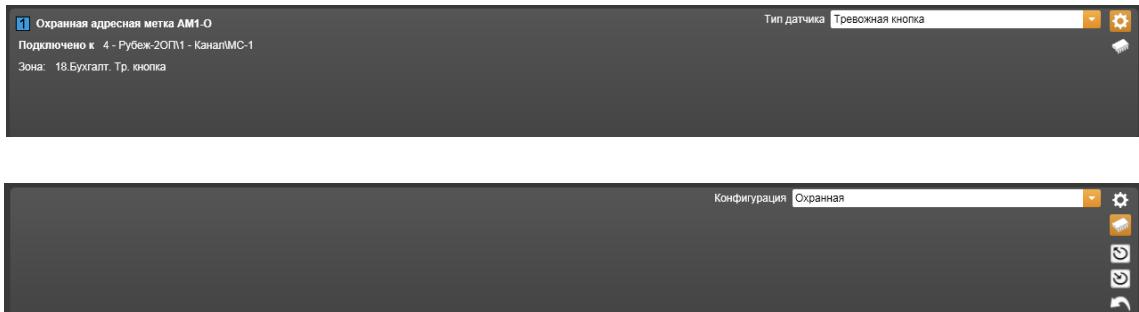

Рисунок 14.3.56 – Свойства Охранной адресной метки АМ1-О
17) Охранная адресная метка АМ1-О (Рисунок 14.3.56).
- – **Параметры по умолчанию** – значок, при щелчке на котором происходит считывание параметров из памяти компьютера в таблицу параметров текущей закладки (Нижний рисунок 14.3.56).